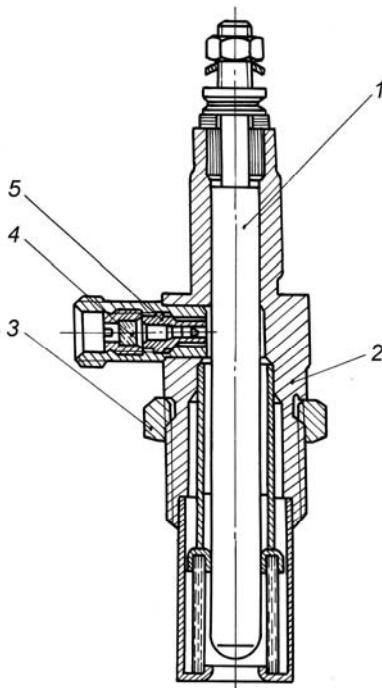

Рис. 80. Факельная штифтовая свеча:
5. Если при проверке изделия укладываются в требования ТУ, то они должны быть вновь установлены на двигатель. При наличии отклонений по электрическому сопротивлению свечи произвести ее замену. В случае уменьшения пропускной способности свечи вывернуть фильтр 4 (рис. 80), вынуть дозирующую вставку 5, промыть их в неэтилированном бензине или этиловом спирте и продуть сжатым воздухом. Затем установить и вновь проверить пропускную способность свечи.